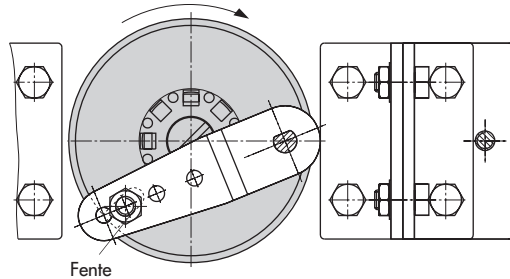

Fig. 8 · Montage sur servomoteurs rotatifs
1. Placer la rondelle de transmission (3) sur l'arbre fendu du servomoteur ou l'entretoise (5).
2. Placer le disque de transmission (4) avec le côté plat vers le servomoteur sur la rondelle de transmission (3). La rainure de cette dernière doit, lors de la fermeture de la vanne, coïncider avec le sens de rotation selon la fig. 8.
3. Fixer et bloquer le disque de transmission (4) avec la vis à tête plate (4.1) et la rondelle-cuvette (4.2) sur l'arbre du servomoteur.
4. Visser les deux équerres inférieures (10.1) sur le corps du servomoteur avec le pli vers l'intérieur ou l'extérieur selon la taille du servomoteur. Placer les équerres supérieures (10) en vérifiant l'entraxe de la fixation de positionneur et visser.
5. Monter la barrette de raccordement (6) ou le bloc manomètres (7) avec les manomètres (8) sur le positionneur et veiller à la présence des deux joints.
6. Dévisser le palpeur standard (2) sur le levier **M** (1) du positionneur. Utiliser le palpeur blanc du kit de montage et le visser dans le perçage pour qu'il soit en position "90°".
7. Placer et fixer le positionneur sur les équerres supérieures (10). Le levier (1) doit être engagé avec le palpeur dans la fente du disque de transmission (fig. 8), en tenant compte du sens de rotation du servomoteur. Dans tous les cas, le levier doit être dans l'axe du positionneur lorsque le servomoteur a parcouru la moitié de sa rotation.
8. Coller l'échelle (4.3) sur le disque de transmission (4). La pointe de la flèche doit indiquer la position de fermeture et être bien visible lorsque la vanne est installée.